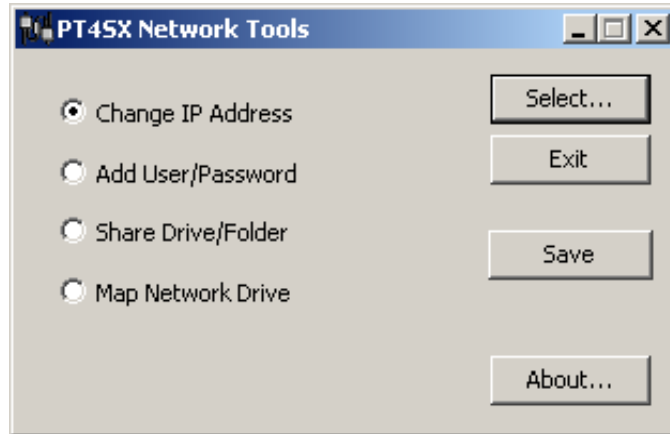

FIGURA 14.12.5
1. Presione la tecla física **SYS**, después la tecla virtual **CONFIG RED (CONFIG NET)**. Aparecerá la ventana de PT4SX Network Tools. Ver Figura 14.12.5.
6. Una vez completado el proceso, debe guardar todos los cambios hechos. Para hacerlo, simplemente haga clic en el botón **SAVE** en la ventana de PT4SX Network Tools. Ver Figura 14.12.5.
Existen una vasta cantidad de utilerías en la ProtoTRAK SX para ayudar a los Administradores de Redes o usuarios con experiencia a configurar la red. Para acceder a estas utilerías, presione la tecla física **SYS** en la ProtoTRAK SX, después presione la tecla virtual **CONFIG RED (CONFIG NET)**, esto abrirá la ventana PT4SX Network Tools. Ver Figura 14.12.5 de arriba.